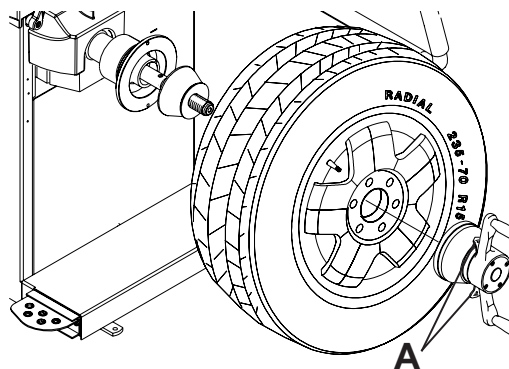

Figure 11
Monter la roue comme décrit ci-dessous à la Figure 11
4. Serrer l'écrou rapide avec les deux mains. Pour utiliser l'écrou rapide, tirer le levier de verrouillage - déverrouillage (A, Figure 11). Glisser l'écrou rapide sur l'arbre fileté. Quand il est en contact avec la jante, relâcher le levier de déverrouillage et serrer fermement. Pour aider à centrer correctement la roue, tourner la roue sur l'arbre tout en serrant l'écran rapide.